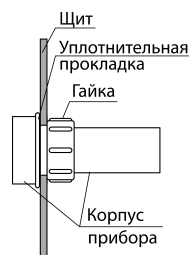

Рисунок 7.2
- надеть на цилиндрическую часть прибора гайку из комплекта поставки (см. рисунок 7.2);